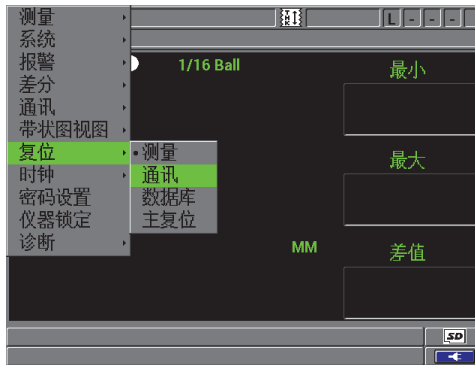

图 8-8 通讯复位屏幕
1. 按 [设置菜单], 然后加亮显示**复位** (参见第 136 页的图 8-8):